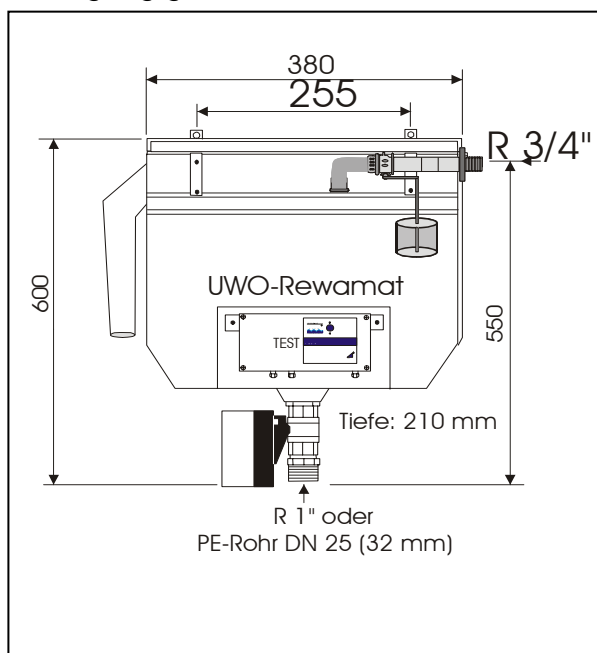

Bild 1: Abmessungen, UWO-Rewamat 60;
(Bild 1 beachten)
3. Zur Montage des Rewamat müssen 2 Löcher für 6 mm Schrauben im Abstand von 25,5 cm, ca. 20 cm unter der Decke oder sonstiger Höhenbegrenzung in die Wand gebohrt werden. (Bild 1 beachten)
4. Die Trinkwasserleitung wird beim Rewamat an das 3/4“ AG des Schwimmerventils angeschlossen. Das Ventil beim verschrauben Bitte kontern. (siehe Bild 1)
5. Die Brauchwasserversorgung kann über die Druckleitung der Tauchpumpe direkt an eine Verteilung angeschlossen werden. Bitte die Druckzuleitung mit einem Kugelhahn versehen. (siehe Bild 1+2)
7. Am Sauganschluss der Pumpe ist ein T-Stück eingeschraubt. An das T-Stück werden die schwimmende Entnahme und die Verbindungsleitung zum Rewamat angeschlossen. Verbindungsleitung min. 1“ bzw. HDPE DN 25 (32 mm). (Bild 1 + 2 beachten)